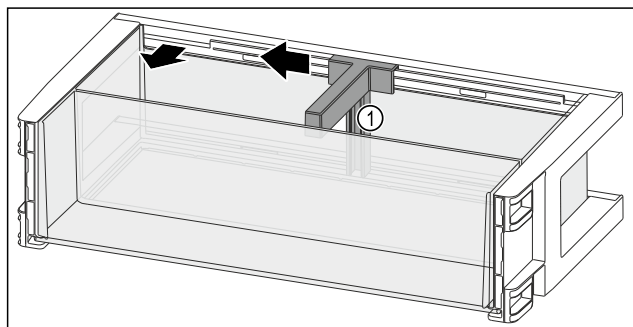

Fig. 140
- Spingere il fermabottiglie Fig. 140 (1) lateralmente fino all'incavo.
- Rimuovere il fermabottiglie Fig. 140 (1).